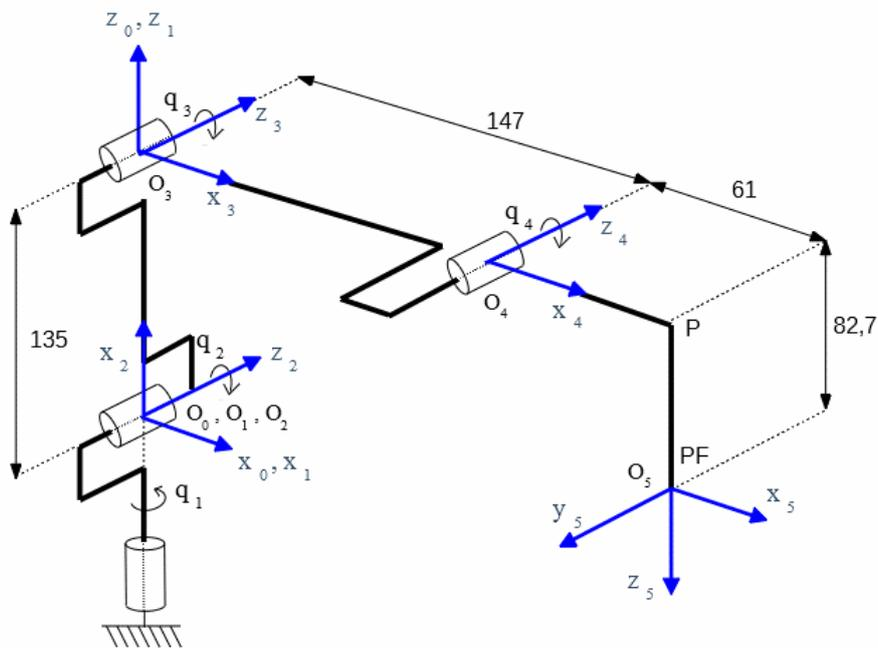

Figure 4 : Association des repères  $R_0, \dots, R_5$  aux différents corps du bras du robot.
**Question 1 :** Situer les différents corps du robot, ainsi que le Feutre, dans la Figure 4. Déduire de la Figure les coordonnées des points  $O_3, O_4, P, PF$  dans le repère *World* ( $= R_0$ ) lorsque le robot est dans sa configuration initiale. Localiser ces points sur le bras du robot Dobot.
**Question 2 :** Exprimer les valeurs  $\theta_1(0), \dots, \theta_5(0)$  correspondant à la configuration initiale du bras du robot (voir la Figure 4).
$$\overrightarrow{O_4x_4} = \overrightarrow{O_1x_1}; \overrightarrow{O_4z_4} = \overrightarrow{O_1y_1} \text{ (voir la Figure 4).}$$
**Question 4 :** L'outil Feutre (muni de son capuchon) étant fixé à l'extrémité du bras du robot, vérifier que le bras, une fois mis dans sa position/configuration initiale (voir la Figure 4), est tel que :